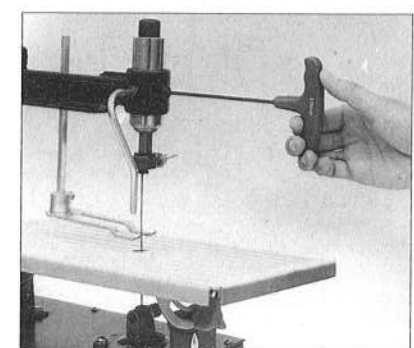

図6
- 作業中のご歯の方向を変える必要が生じた時は、のご歯アームの上部キャッチ金具と下部のご歯キャッチ金具のネジを3mmレンチでゆるめてのご歯止め金具を回転させて、のご歯の方向を変えて下さい。(注) のご歯を回転させるときは、上下のご歯キャッチ金具を同時に回転させて下さい。(図6参照)